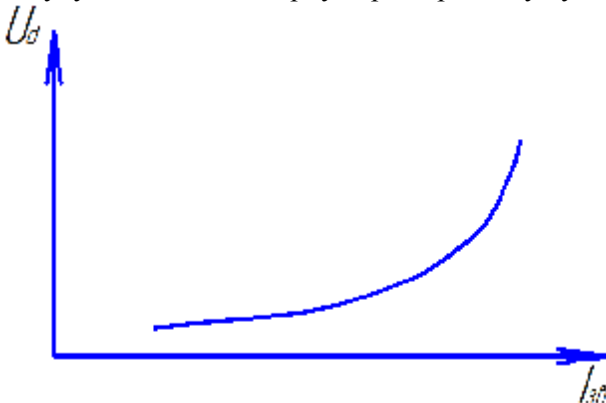

Рисунок 2.1 - Вольт-амперна характеристика дуги.
- збудувати вольт-амперну характеристику дуги (рис. 2.1).